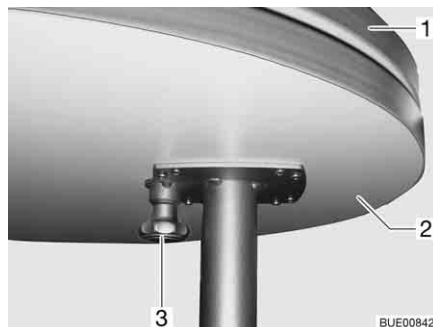

Bild 95 Fast bord
- Dra knappen (Bild 95,3) till låset nedåt och fäll ut bordsförlängningen (Bild 95,2).
- Fäll in bordsförlängningen (Bild 95,2) under bordsskivan (Bild 95,1) så att det hörs att låset hakar i.